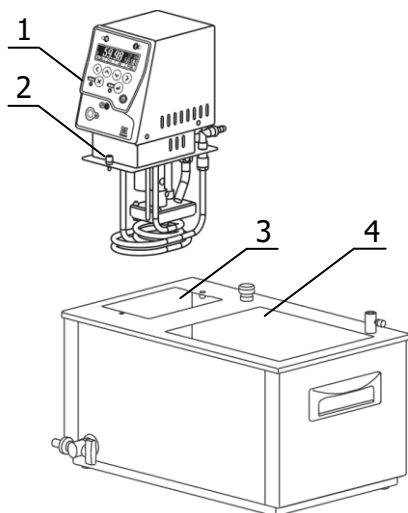

Рисунок 4 — Установка блока регулирования
2.2.3 Установить блок регулирования температуры 1 в отверстие 3 в ванне термостата (рисунок 4). После установки закрепить блок регулирования винтовыми фиксаторами 2.
2.2.4 Установить корзину в рабочую зону 4 (рисунок 4) и закрепить на крышке ванны четырьмя винтами из комплекта поставки.